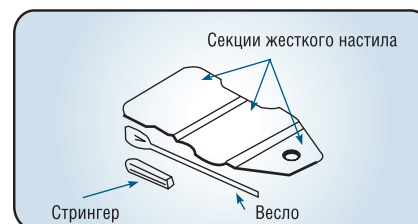

рис. 4
6. Установите стрингер. Повторите процедуру с другой стороны лодки (рис. 4).